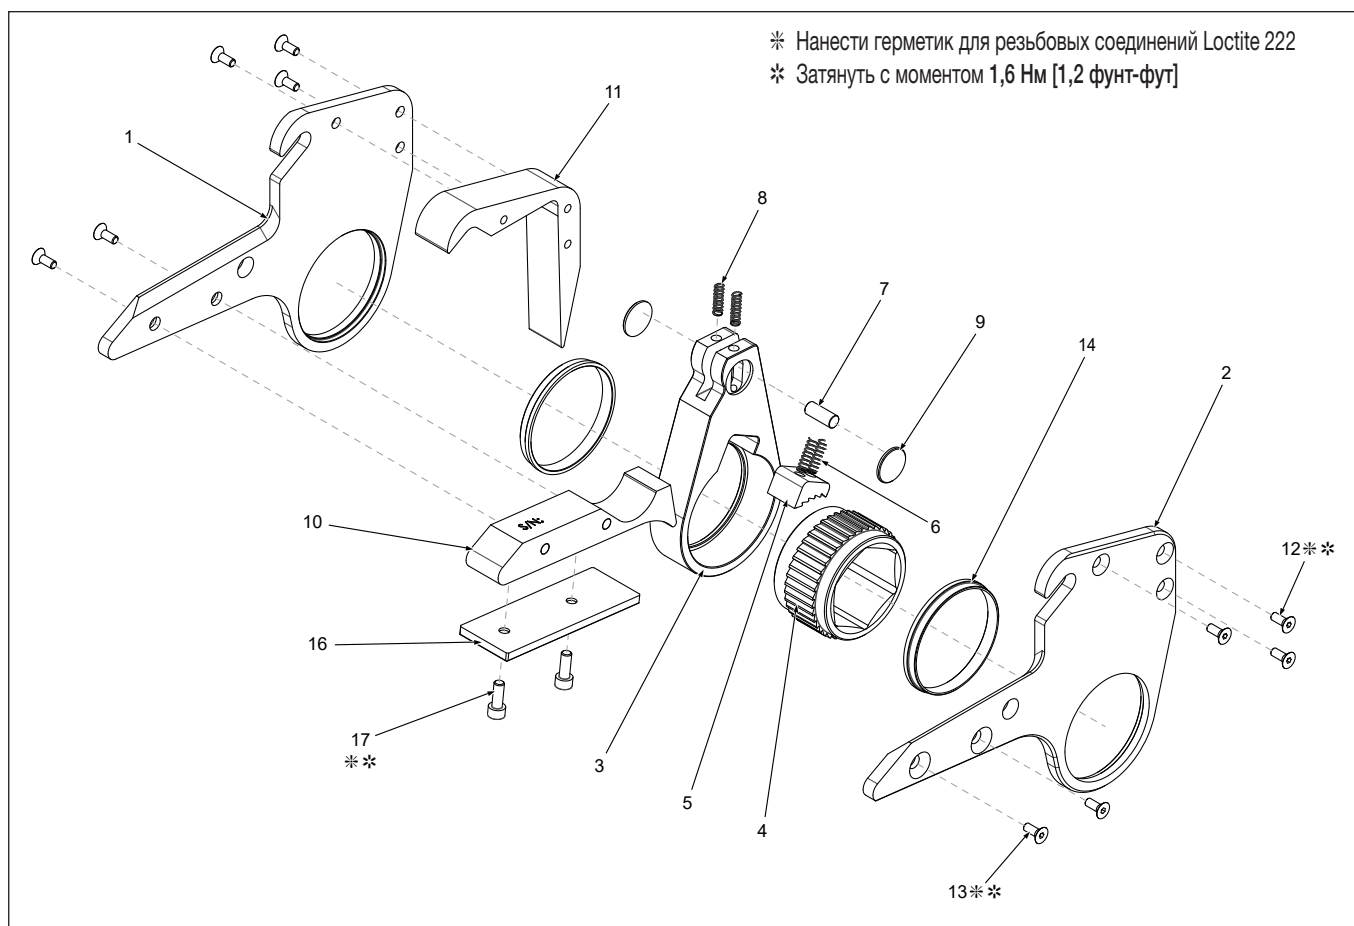

Рисунок 20: Изображение кассеты HLP системы HMT в разобранном виде
7.3.3 Система HMT, кассета HLP — разборка и сборка (рис. 20 и 21)
- Положите кассету HLP на бок, снимите три винта передней прокладки (12) и два винта опорной накладки (13), а затем боковую крышку кассеты HLP (1 или 2).
- Снимите втулку храпового колеса (14). Узел приводного механизма теперь можно снять из кассеты. Осторожно выньте две нажимные пружины (8) из приводного механизма и отложите их в сторону.
- Снимите храповое колесо (4), собачку (5) и пружины собачки (6).
- Отсоедините две фиксатора приводного штифта (9), и выдвините приводной штифт (7) из приводного механизма (3).
- На оставшейся крышке выньте три винта передней прокладки (12) и два винта опорной накладки (13), отделите переднюю прокладку (11) и опорную накладку (10) от оставшейся боковой крышки кассеты HLP (1 или 2).
- Разберите опорную накладку, сняв два винта с головкой под торцовый ключ (17), и снимите защитную пластину (16) со вставки опорной накладки (10).
- Высушите все компоненты. Нанесите тонкий слой смазки на основе дисульфида молибдена на участки, показанные на рис. 20.